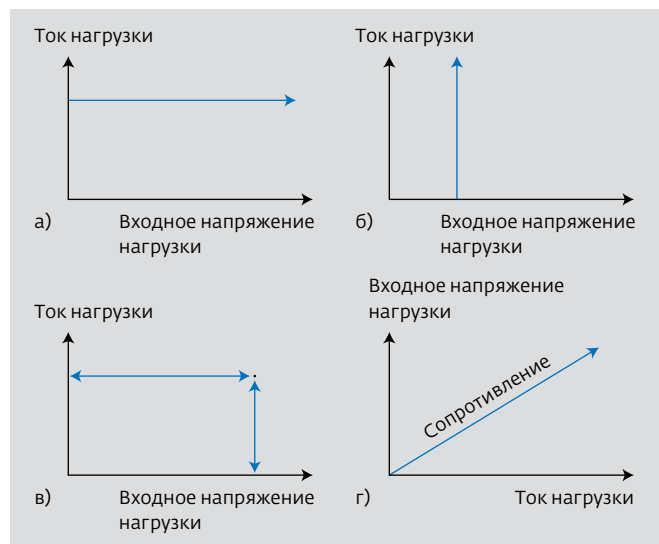

Рис.4. Режимы работы электронных нагрузок:
Режим постоянного тока (CC) (рис.4а). Нагрузочные блоки потребляют ток установленной в программе величины. Вне зависимости от напряжения сила тока будет оставаться неизменной. Доступно два диапазона значений тока: высокий и низкий. Режим CC может быть использован для тестирования источников напряжения и определения их основных параметров – погрешности установки выходного напряжения и нестабильности выходного напряжения.
Режим постоянного напряжения (CV) (рис.4б). Нагрузочные блоки потребляют ток при неизменном напряжении. Одноканальные нагрузочные модули поддерживают два значения напряжения, а двухканальные – одно. Режим CV используется для тестирования источников
Комбинированный режим (CV+CC) (рис.4в). В режиме CV можно задать предел по току. Если входное напряжение выше, чем заданное напряжение нагрузки (одно из двух возможных значений в режиме CV), канал будет работать в режиме CV при условии, что входной ток меньше заданного предела. Если входной ток превысит предел, канал будет работать в режиме CC. Когда входное напряжение меньше заданного напряжения нагрузки, потребление тока прекращается.
Режим постоянного сопротивления (CR) (рис.4г). Модули электронной нагрузки линейно потребляют ток и напряжение для достижения заданного уровня сопротивления. Режим CR можно использовать для тестирования источников напряжения при определении предельно